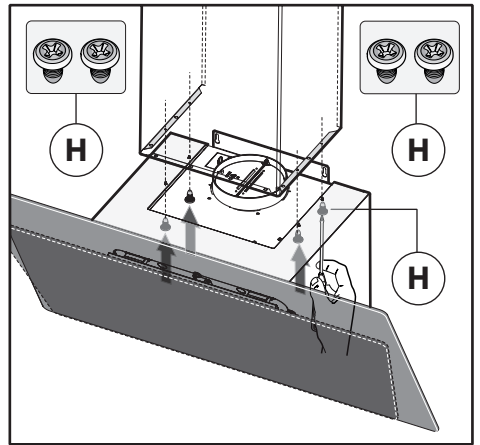

Fig.9B
- Fissare il camino decorativo inferiore alla cappa utilizzando le viti **H** in dotazione (Fig.9B).